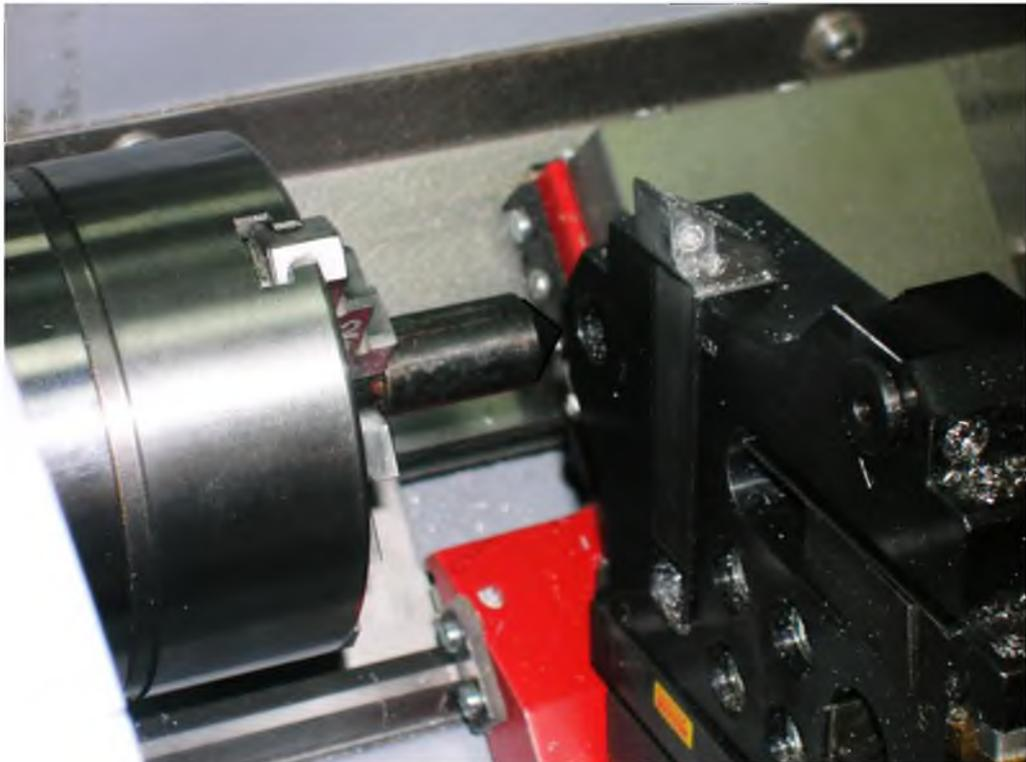

Рис. 4. Подвод суппорта к эталонному инструменту.
- 4) Суппорт на ускоренной подаче подводится к патрону с эталонным инструментом так, чтобы между торцом револьверной головки и вершиной эталонного инструмента оставалось примерно 10 мм (рис. 4).